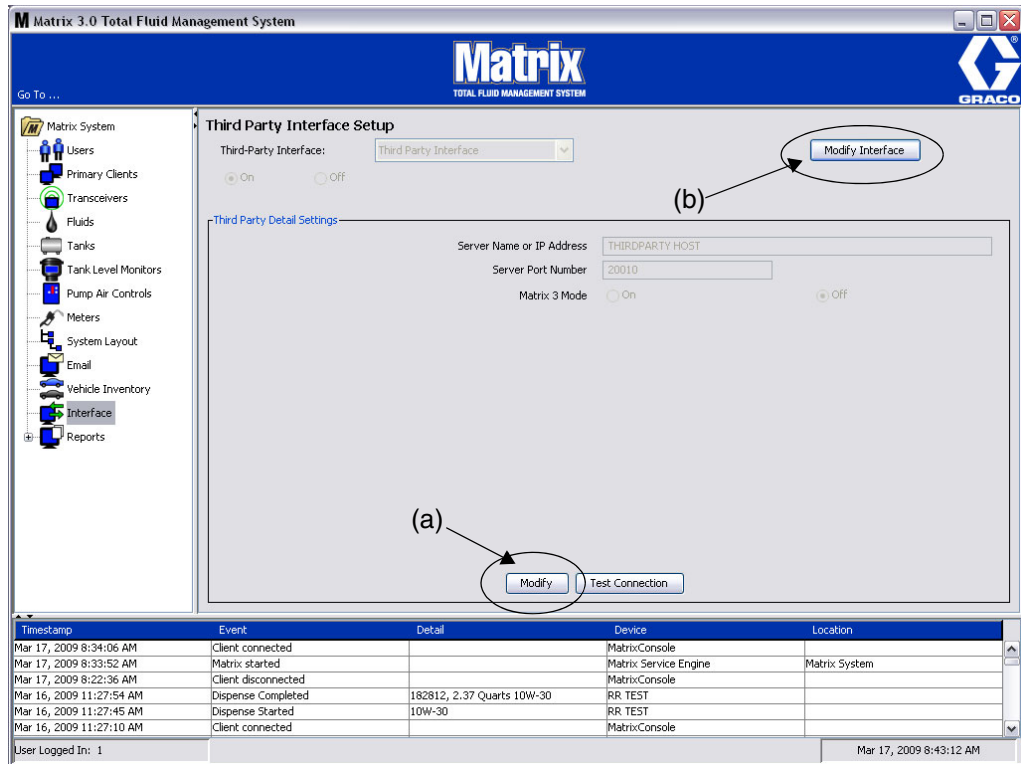
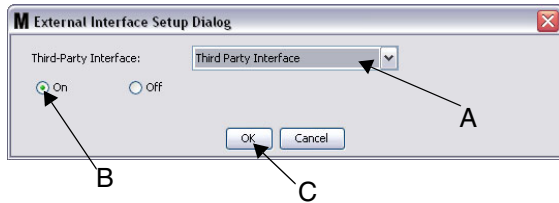

图 162
图 164 外部界面设置对话框
1. 单击修改按键 (a) ( 图 162, 第 117 页 ) 显示外部界面设置对话框。
1. 单击**修改界面**按键 (b) (图 162)。显示图 164 中所示的外部界面设置对话框。该对话框用于指定您正在使用的第三方界面。
2. 从下拉菜单 (A - 图 164) 上，选择第三方界面。
3. 单击“**打开**” (B - 图 164)。第三方界面启用 Matrix 使用第三方界面。
4. 单击**确定**按键 (C - 图 164) 关闭该屏幕和确认您的选择。